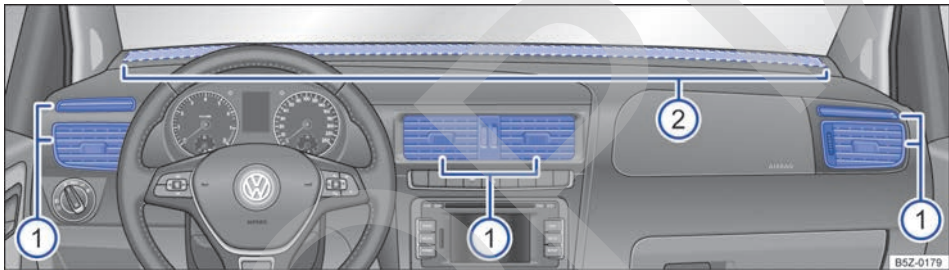

Fig. 90 En el panel de instrumentos: difusores de aire.
Para conseguir una calefacción, una refrigeración y una entrada de aire suficientes en el interior del vehículo, los difusores de aire nunca se deberán cerrar completamente → fig. 90 ①.
- Para abrir los difusores de aire ①, presionar en la parte superior del difusor de aire.
Existen otros difusores de aire no regulables. Se encuentran en el medio del panel de instrumentos → fig. 90 ②, en las zonas reposapiés y en la parte trasera del interior del vehículo.